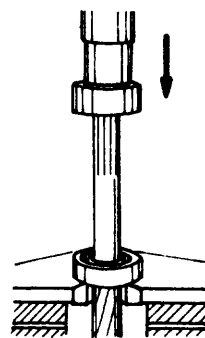

Fig. 7
- ___ e Retire el rodamiento, usando un extractor (fig.7).